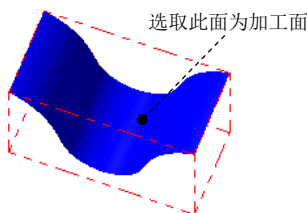

图 11.2.2 选择加工面
Step2. 选择加工面。在图形区中选取图 11.2.2 所示的曲面,单击 **Enter** 键,系统弹出“刀具路径的曲面选取”对话框,采用系统默认的设置,单击 按钮,系统弹出“曲面精加工平行铣削”对话框。